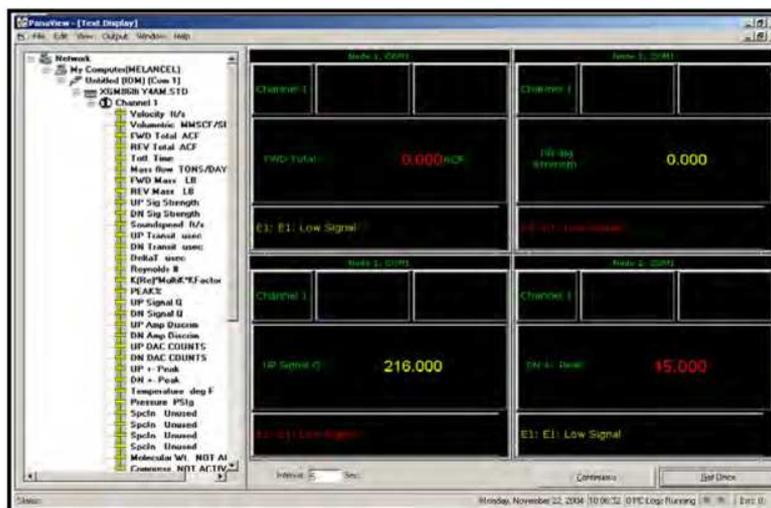

Рисунок 23: Несколько текстовых экранов в текстовом окне *Text Display*
- Повторите Шаг 1 для требуемых дополнительных технологических параметров, дважды щелкнув по ним кнопкой мыши в дереве сеги PanaView. PanaView автоматически располагает несколько других текстовых экранов в правой области окна *Text Display*, как показано на *Рисунок 23* ниже.